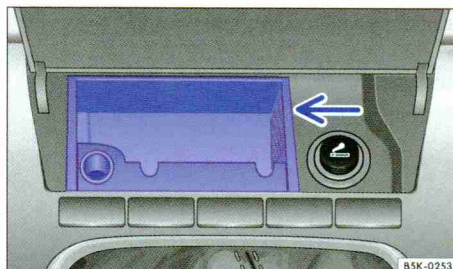

Fig. 112 Dans la console centrale avant : extraction du cendrier.
- Extrayez l'insert de cendrier vers le haut en le saisissant sur le côté ⇒ fig. 112 (flèche).